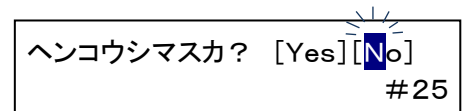
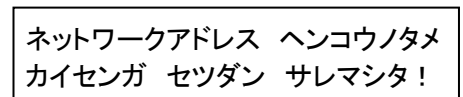

図 9-6 ネットワークアドレス変更確認画面
図 9-8 ネットワークアドレス変更確認画面
- ・ 変更終了後、メニュースイッチを押し、図 9-8 に示す変更確認画面を表示させます。(図 9-6)